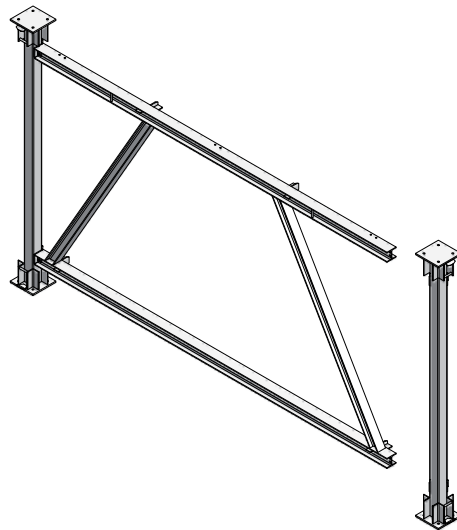

Abb. 5.1
1. Vormontieren von zwei SP-Stützen und einem SP-Verband (die Verbindung des SP-Verbandes mit den SP-Stützen 300 erfolgt mit 4 x 2 Schrauben M12x35 sowie U-Scheibe für M12 und Sechskant-Stopp-Mutter M12). Aufstellen und fixieren der Einheit (Abb. 5.1). Zusätzlich muss gegen Kippen und Rutschen gesichert werden.